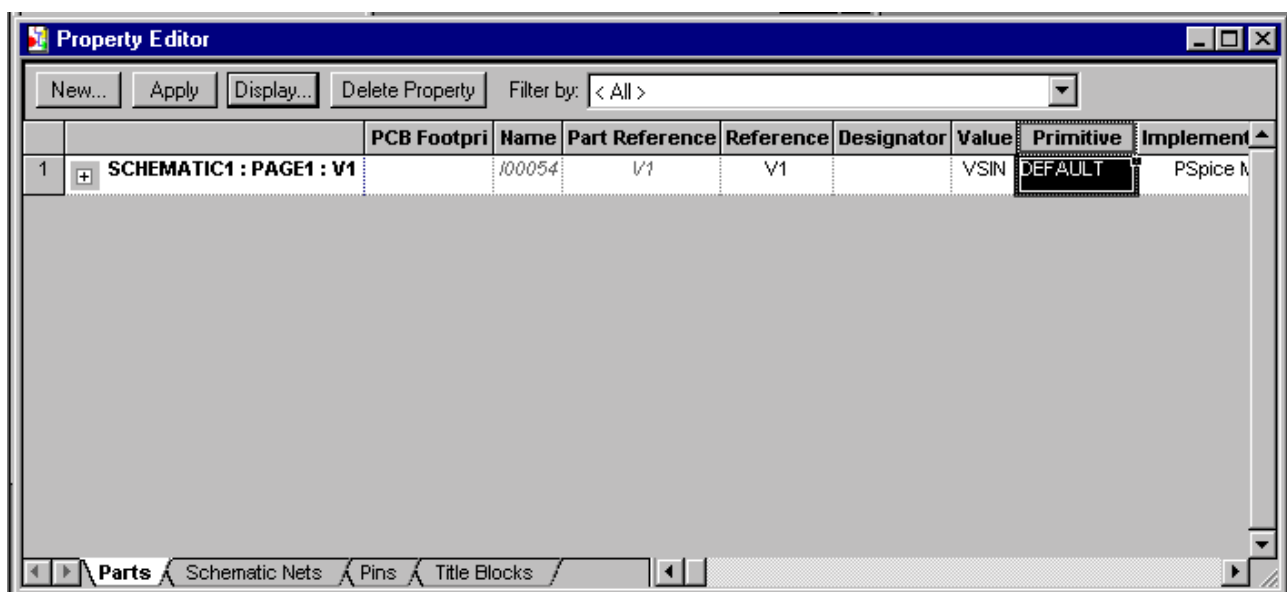

Figura 20: Ventana que permite cambiar los atributos de los componentes seleccionados.
5. Para ajustar los valores de cada componente se usan dos formas distintas. O bien haciendo un doble clic con el botón izquierdo sobre el *atributo* correspondiente, con lo cual aparece una ventana para escribir el valor deseado, cosa que no siempre es posible por no estar activada dicha opción, o bien haciendo doble clic sobre el *símbolo* de los componentes con lo cual aparece una ventana como la reflejada en la *Figura 20*.